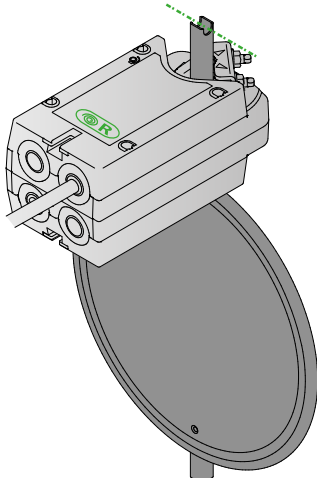

Abb. 9. Standardmontage (NC), Klappe geschlossen mit Überbrückung nach rechts.
Stellung von Klappenblatt und Sicherungsplatte, siehe Abb. 9 und 10.
1. Standardmontage des Klappenmotors (NC ) Klappenplatt montiert in geschlossener Stellung, siehe Abb. 9.